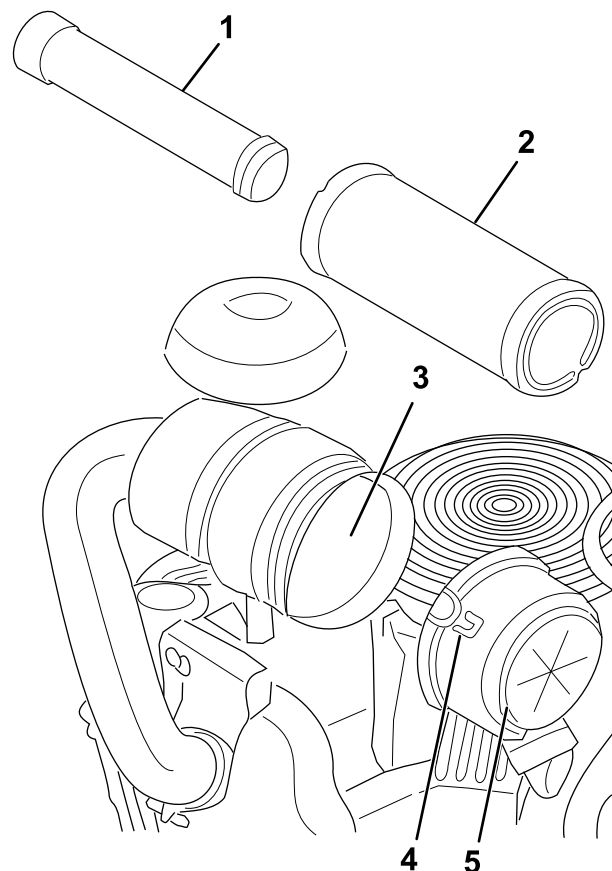

Figure 35
3. Ouvrez les dispositifs de verrouillage du filtre à air et détachez le couvercle du boîtier du filtre (Figure 35).
5. Sortez le préfiltre du boîtier du filtre avec précaution (Figure 35).
2. Si vous remplacez l'élément intérieur, insérez-le avec précaution dans le boîtier du filtre (Figure 35).
3. Placez ensuite le préfiltre sur l'élément de sécurité avec le même soin (Figure 35).
4. Remettez en place et verrouillez le couvercle du filtre à air (Figure 35).